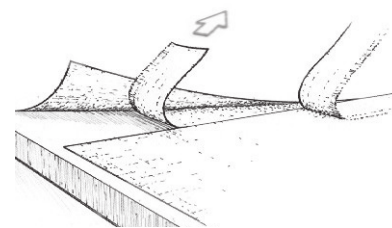

图28 去除最上面的修饰物，抬起对边的切割边缘，以去除交叠的修饰物。
- c) 去除最上方的装饰品，然后抬起对边的切割边缘，去除交叠的修饰边缘（图28）。